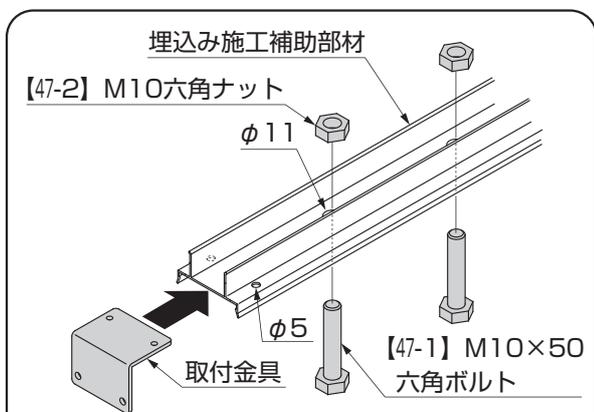

図10-9
- ④埋込み施工補助部材 ($\phi 11$ 下穴) に【47-1】を差込み【47-2】で締付けてください。(図10-9参照)
⑤埋込み施工補助部材に取付けた【47-1】を、デザイン格子15×88下部の穴に差込んでください。